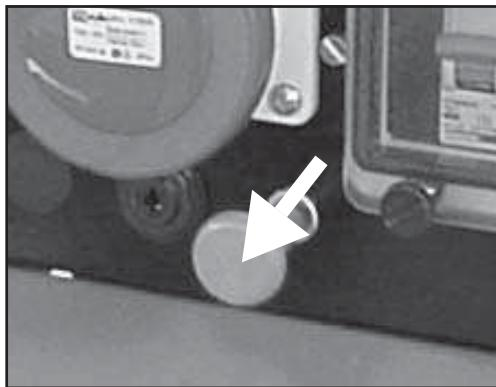

Fig. 8
- 3) Model Ruggenini Motor: Hiv i grebet på kontrolpanelet (se fig. 8). Vent til motoren er helt standset og drej så nøglen over i "OFF" position.